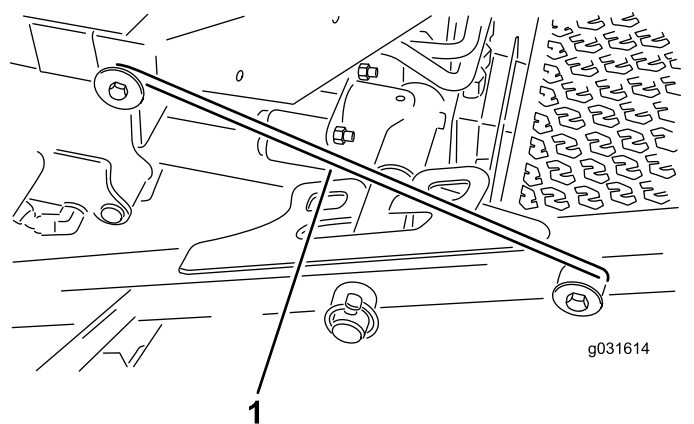

Figura 32
4. Desenganche la varilla de bloqueo del enganche del bastidor de tiro delantero (Figura 32).
5. Levante la parte exterior de las unidades de corte delanteras y coloque la varilla sobre el perno del bastidor montado en la parte delantera de la plataforma del operador (Figura 32).